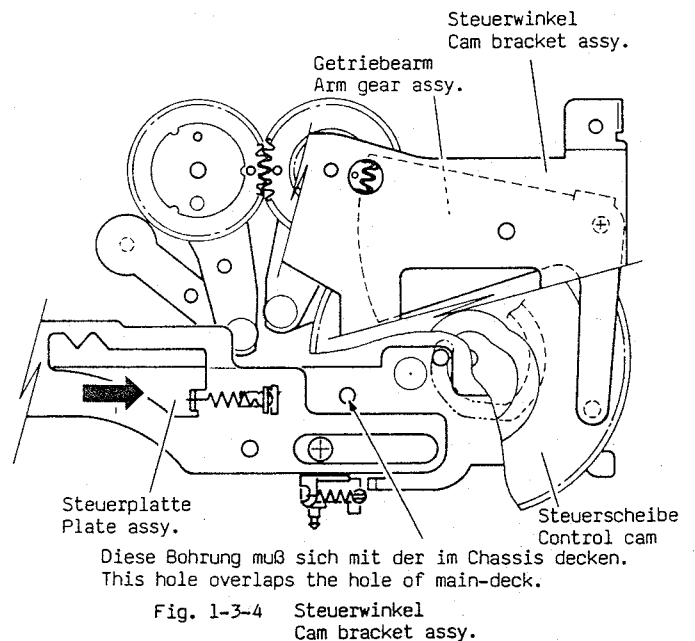

Fig. 1-3-4 Steuerwinkel
1. Die Steuerplatte so aufsetzen, daß das Loch in der Steuerplatte mit dem Loch im Laufwerk zur Deckung kommt, s. Fig. 1-3-4.
1. Push and hold the plate assembly so that the hole of the plate assembly overlaps the hole of the main-deck, as shown in Fig. 1.3.4.